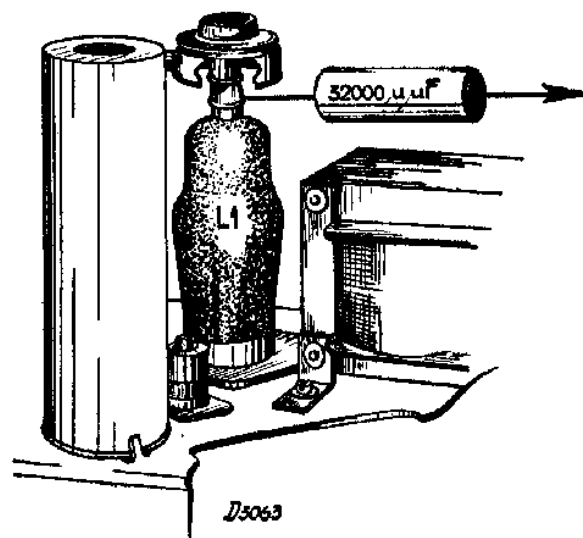

Fig. 2
- Gemoduleerd signaal van 128 kc. via 32000  $\mu\text{F}$  aansluiten aan topverbinding van L1 (zie fig. 2).